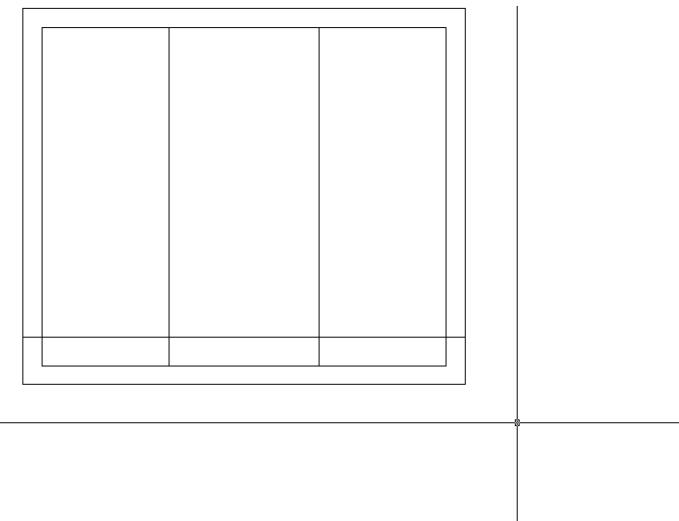

Рис. 2.16 ▼ Вторая горизонтальная линия прямоугольника, обозначающего контур технологического паза, создана
7. Щелкните на нижней горизонтальной линии наружного контура тумбы, а затем выберите произвольную точку над ней. Нажмите **Enter** для завершения работы команды **Подобие** (OFFSET) (рис. 2.16).